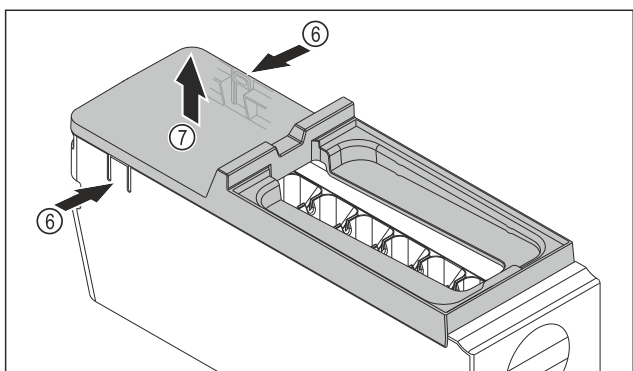

Fig. 173
- ▶ EasyTwist-Ice-rungon kannen poistaminen: Paina kielekkeitä Fig. 173 (6) EasyTwist-Ice-rungon molemmilla puolilla.
- ▶ Ota kansi Fig. 173 (7) toisella kädellä ylöspäin pois.